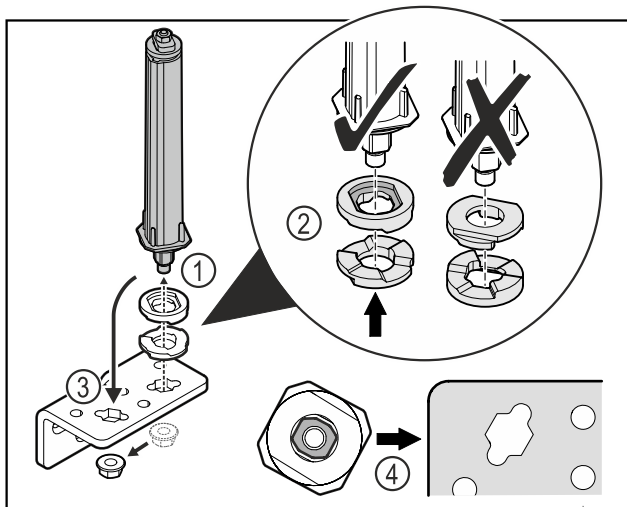

Fig. 35
- Odvijte matice in odstranite sistem za zaklepanje vrat Fig. 35 (1).
- Pazite na pravilno razporeditev podložk za nastavljanje višine Fig. 35 (2).
- Sistem za zaklepanje vrat prestavite v kotnik tečaja in ga fiksirajte z matico Fig. 35 (3).
- Pri vstavljanju pazite na pravilno naravnost sistema za zaklepanje vrat Fig. 35 (4).